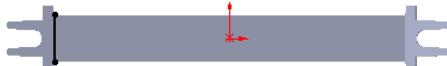
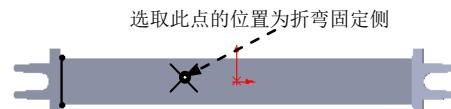

图 15.2.18 绘制的折弯线
图 15.2.19 折弯固定侧的位置
② 定义折弯线草图。在草图环境中绘制图 15.2.18 所示的折弯线。
③ 选择下拉菜单 **插入(I)** → **退出草图** 命令，退出草图环境，此时系统弹出“绘制的折弯”对话框。
(3) 定义折弯固定侧。在图 15.2.19 所示的位置处单击，确定折弯固定侧。
(4) 定义钣金参数属性。在 **折弯参数(P)** 区域的 **文本框** 中输入折弯角度值 20.0，在 **折弯位置:** 区域中单击“折弯中心线”按钮 。
(5) 单击  按钮，完成折弯 2 的创建。